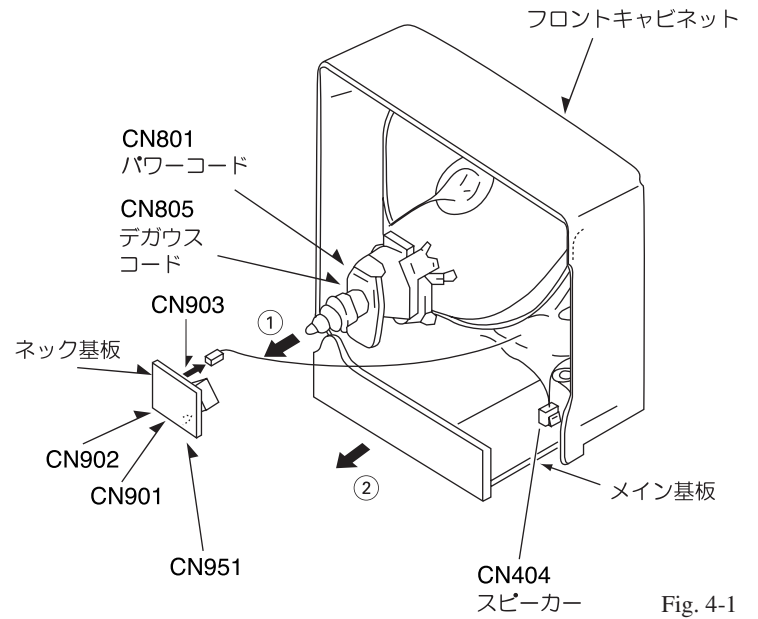

Fig. 4-1
- (1) CN901、CN902、CN903、CN951を外す。
- (2) 矢印方向 ① にネック基板を外す。(Fig. 4-1参照)
- (1) CN801, CN805を外す。
- (2) コネクターCN404を外し、矢印方向 ② にメイン基板を外す。(Fig. 4-1参照)